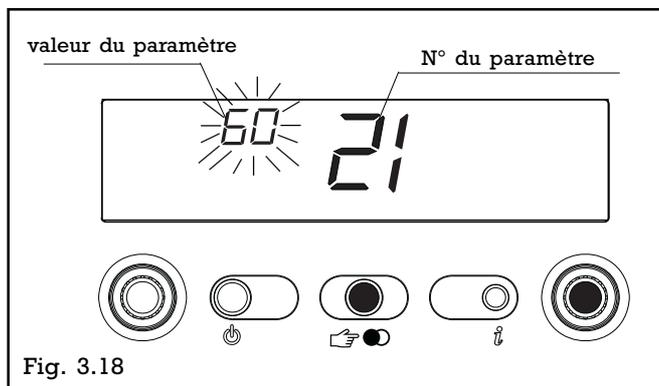

Fig. 3.18
- appuyer sur la touche SELECTION/VALIDATION pour accéder à la modification de la valeur du paramètre: la valeur configurée précédemment clignotera (fig. 3.18)